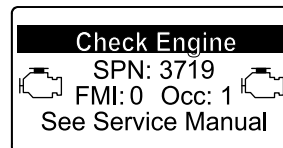

Figura 53
- Se è necessaria una rigenerazione di recupero, viene visualizzata un'avvertenza motore nell'InfoCenter SPN 3719, FMI 16 (Figura 53) e il computer riduce la potenza del motore all'85%.